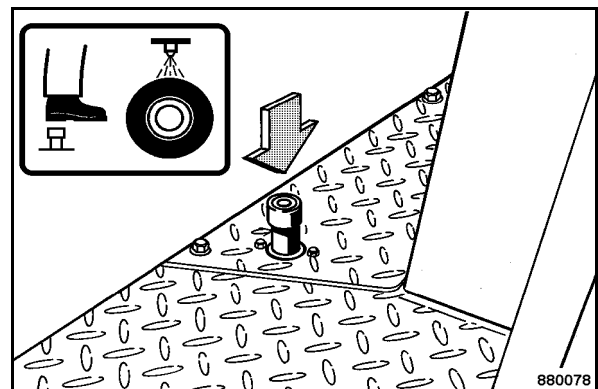

Fig. 86
- Appuyer sur l'interrupteur au pied (Fig. 86).